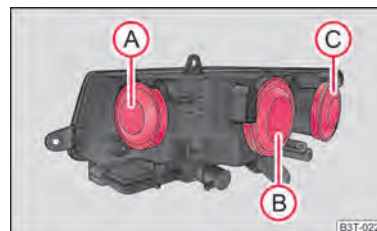

Abb. 203 Scheinwerfer vorn: Einbaulage der Lampen
Positionen der Glühlampen im Scheinwerfer vorn ⇒ Abb. 203.
- Nehmen Sie die Schutzkappe ab (A) ⇒ Abb. 203.
- Nehmen Sie die Schutzkappe ab (B) ⇒ Abb. 203.